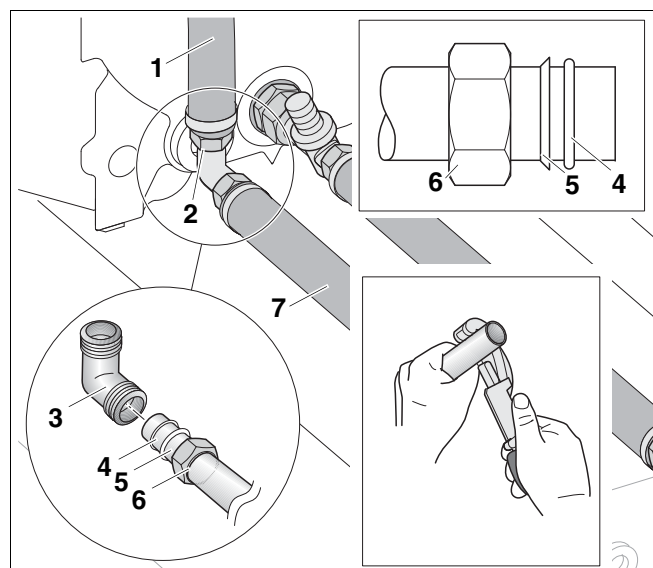
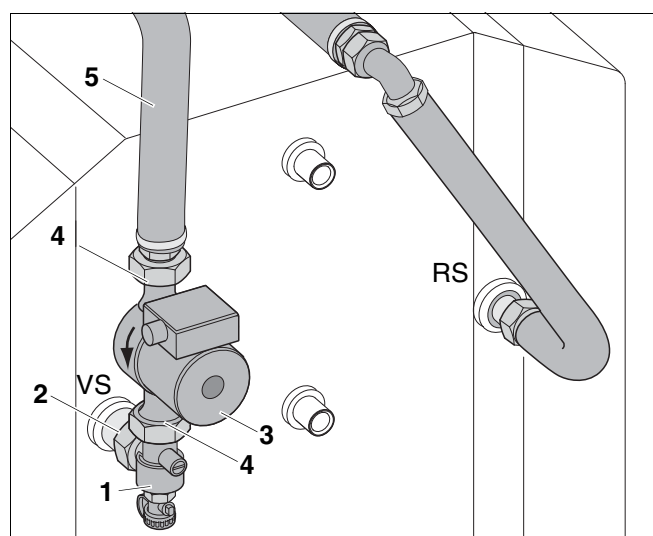

Fig. 12 Montaje de la unión de tuberías a la caldera
Fig. 13 Montaje de la unión de tuberías al acumulador de agua caliente
- ▶ Si es necesario, corte a medida la tubería de conexión horizontal VS (fig. 12, [7]) para la impulsión del acumulador VS. Para la medida de corte, consulte las tablas tab. 8 o tab. 9, página 9.
- ▶ Deslice la tuerca (fig. 12, [6]), el bicono (fig. 12, [5]) y la junta tórica Ø 26 x 3 (fig. 12, [4]) sobre la tubería de conexión VS horizontal (en su caso, cortada a medida) (fig. 12, [7]).
- ▶ Deslice la conexión bicono angular (fig. 12, [3]) en la tubería de conexión VS y atorníllela con la tuerca (fig. 12, [6]).
- ▶ Coloque la junta (fig. 12, [2]) en la tuerca situada en el lado largo de la tubería de conexión VS (fig. 12, [1]) y enrosque la conexión bicono angular (fig. 12, [3]) a la tubería de conexión VS (fig. 12, [7]).
- ▶ Oriente hacia atrás la tubería de conexión VS (fig. 12, [7]) con el eje paralelo al acumulador, orientando la parte corta de la tubería de conexión VS (fig. 13, [5]) verticalmente hacia abajo.
- ▶ Apriete la conexión bicono angular (fig. 12, [3]) (al apretar la tuerca, sujete el codo para hacer contrafuerza).
- ▶ Coloque la junta (fig. 13, [2]) en la tuerca de la válvula de retención angular (fig. 13, [1]) y atornille la válvula de retención angular a la impulsión del acumulador.
- ▶ Coloque la junta Ø 28 x 44 x 2 (fig. 13, [4]) para la bomba en la tuerca superior de la válvula de retención angular (fig. 13, [1]) y fija la bomba (fig. 13, [3]) a la válvula de retención angular, con el sentido de transporte hacia abajo.
- ▶ Atornille la segunda junta Ø 28 x 44 x 2 (fig. 13, [4]) para la bomba en la tuerca situada en la parte corta de la tubería de conexión VS horizontal (fig. 13, [5]) y enrosque la tubería de conexión VS a la bomba (fig. 13, [3]).